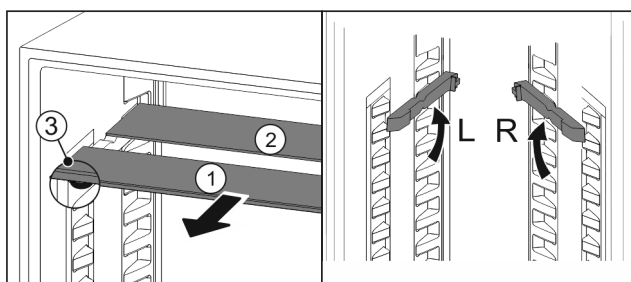

Fig. 21
- ▶ Wyciągnąć Fig. 21 (1) pojedynczo półki szklane do przodu.
- ▷ Płyta szklana Fig. 21 (1) z listwą ozdobną znajduje się z przodu.
- ▷ Stopery Fig. 21 (3) wskazują w dół. Urządzenia z komorą zamrażalnika*